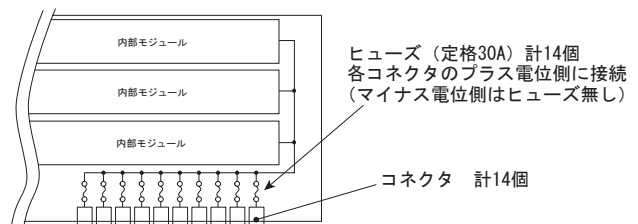

図 2.4 出力部内部ブロック図
- 各コネクタには、ヒューズが内蔵接続されています (図 2.4 参照)。